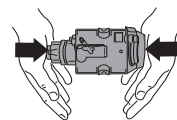

Figura 27
- Qualora si incontrassero difficoltà nell'inserimento del sistema di filtrazione, "schiacciarlo" fino alla dimensione giusta premendolo con forza contemporaneamente dall'alto e dal basso (Figura 27).